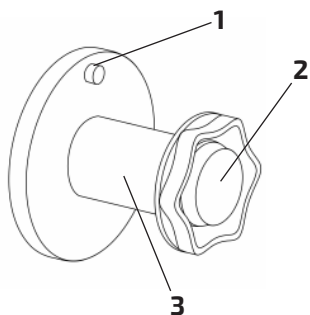
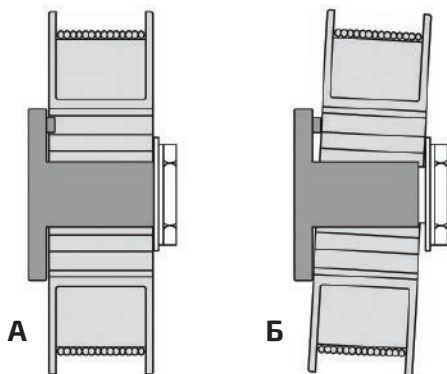

Рис. 8.3.1. Ось катушки.
Рис. 8.3.2. Установка катушки с проволокой D300 на ось катушки.
1. Установите катушку с проволокой D300 на ось катушки (см. рис. 8.3.1). Не допускайте перекоса катушки (см. рис. 8.3.2).
2. Установите катушку с проволокой, совместите отверстие катушки и фиксатор адаптера, зафиксируйте её прижимной гайкой (см. рис. 8.3.1, п. 2).